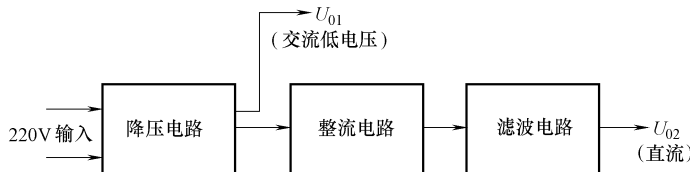

图 10-17 输出直流和交流工作电压的电源电路
3) 能够同时输出直流和交流电压的电源电路,如图 10-17 所示。